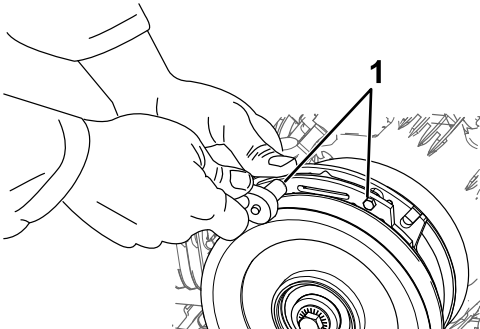

Figure 70
- A. Desserrez les boulons de fixation du frein d'un demi-tour à un tour complet, comme montré à la Figure 70.